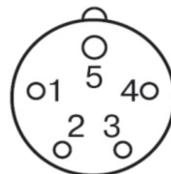

Рис. 4
6.3 Для подключения к стационарной электросети, тепловентилятор комплектуется сетевой вилкой (установлена на корпусе тепловентилятора) и ответной сетевой розеткой. Кабель питания в комплект поставки не входит. Схема расположения контактов на вилке (Рис. 4).